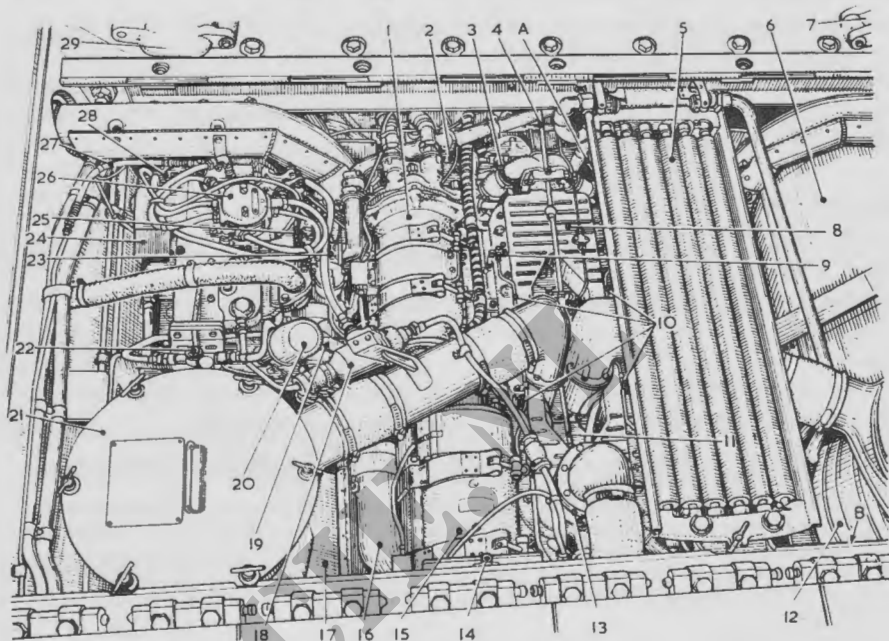

Fig. 11. Overzicht van de motorruimte
71. Voordat de onderdelen van de motor en zijn hulpeenheden worden behandeld, is het gewenst, de diverse onderdelen te leren herkennen en de plaatsing ervan in de motorruimte te zien. Hiertoe is fig 11 bijgevoegd.